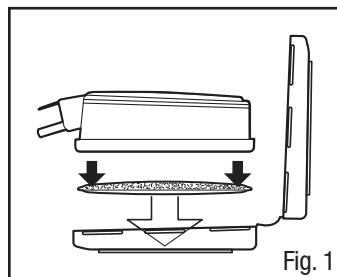

Fig. 1
- Orienter un filtre dans la moitié la plus grande du dispositif de retenue de filtre de manière que la forme du filtre s'aligne avec la forme du dispositif de retenue de filtre. S'assurer que le côté imprimé du filtre est orienté vers le bas (Fig. 1).